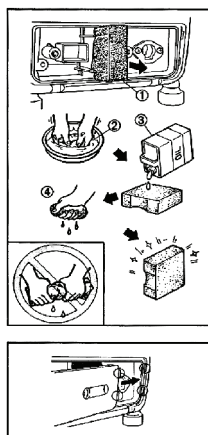

рис. 3
- извлеките и осмотрите воздушный фильтр (рис.3 поз.1);